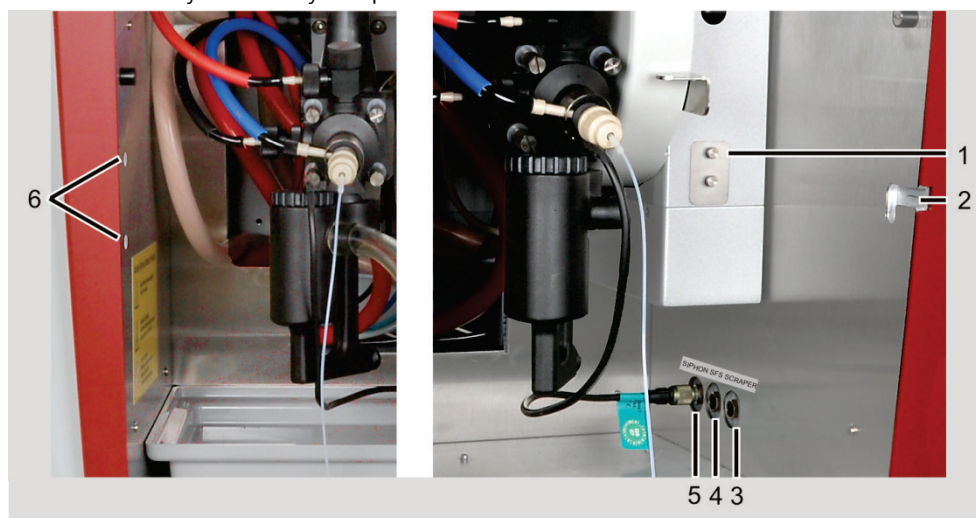

Fig. 48 Conexiones en las paredes del compartimento de muestras
3. Inserte el conector del sensor del sifón en la conexión de la pared derecha del compartimento de muestras (5 en Fig. 48 pág.74).
5. Inserte el conector del sensor del sifón en la conexión de la pared derecha del compartimento de muestras (5 en Fig. 48 pág.74).